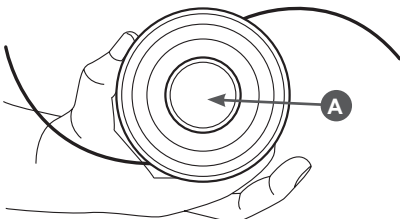
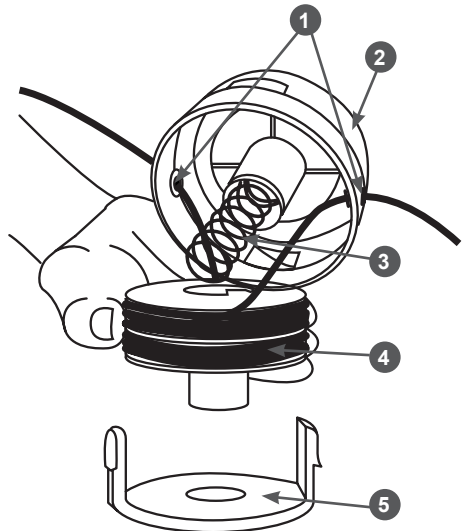

Рис. 9 Снятие крышки триммерной головки
Рис. 10 Снятие катушки
Для выпуска корда из триммерной головки, нажмите без усилия на кнопку А (Рис. 9) триммерной головки в процессе работы. Под действием центробежных сил корд удлинится, лишние части будут обрезаны ножом, расположенным на защитном кожухе. Удлинить корд можно также вручную, при выключенном устройстве, нажав на кнопку А (Рис. 9) триммерной головки большим пальцем правой или левой руки, а пальцами обеих рук одновременно потянув концы корда в разные стороны.
2. Нажмите два фиксатора на крышке триммерной головки (Рис. 9) и снимите крышку 6 (Рис. 10).
3. Выньте катушку 4 из корпуса 2 и удалите остатки старого корда (Рис. 10)
Не потеряйте пружину 3 (Рис. 10) при снятии катушки.
4. Отрежьте новый корд длиной около 3м. Сложите корд пополам и вставьте его петлей 2 в паз 3 направляющей 1 катушки (Рис. 10). Намотайте концы корда плотно с натягом в канавки катушки. Направление намотки корда обозначено на катушке стрелкой.
7. Пропустите концы корда через отверстия 1 (Рис. 10) в корпусе триммерной головки.
8. Поместите катушку 4 на пружину 3 и опустите катушку в корпус 2 триммерной головки (Рис. 10).
10. Нажмите на кнопку корпуса триммерной головки А (Рис. 9), потяните за концы корда с небольшим усилием так, чтобы концы корда доставали защитный кожух.